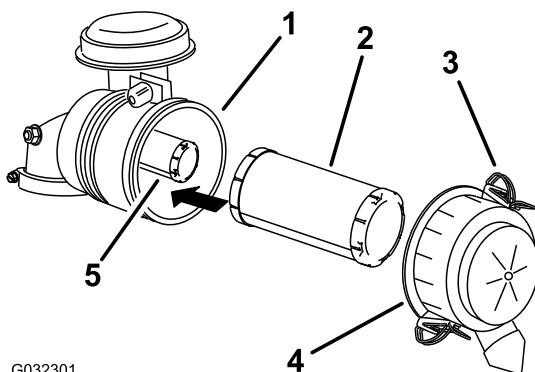

Figura 44
3. Abra los cierres del limpiador de aire y tire de la tapa de la entrada de aire para separarla del cuerpo del limpiador de aire (Figura 44).
5. Extraiga con cuidado el filtro primario de la carcasa del limpiador de aire (Figura 44).
- Si va a cambiar el filtro de seguridad, deslícelo cuidadosamente en el cuerpo del filtro (Figura 44).
- Deslice cuidadosamente el filtro primario por encima del filtro de seguridad (Figura 44).
- Instale la tapa del limpiador de aire con el lado que lleva la palabra **up** hacia arriba, y fije los cierres (Figura 44).